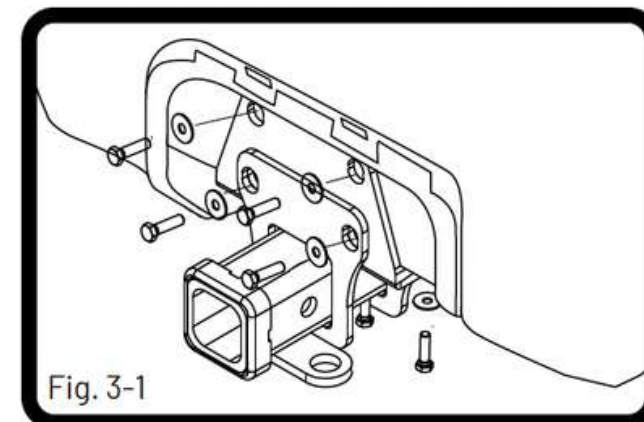

Fig. 3-1
- (a) Retire los tornillos de cabeza hexagonal (A) en la defensa del para choques trasero. (Fig. 3-1)
- (b) Retire un (1) pasador de empuje (B) del panel frontal. (Fig. 3-1)